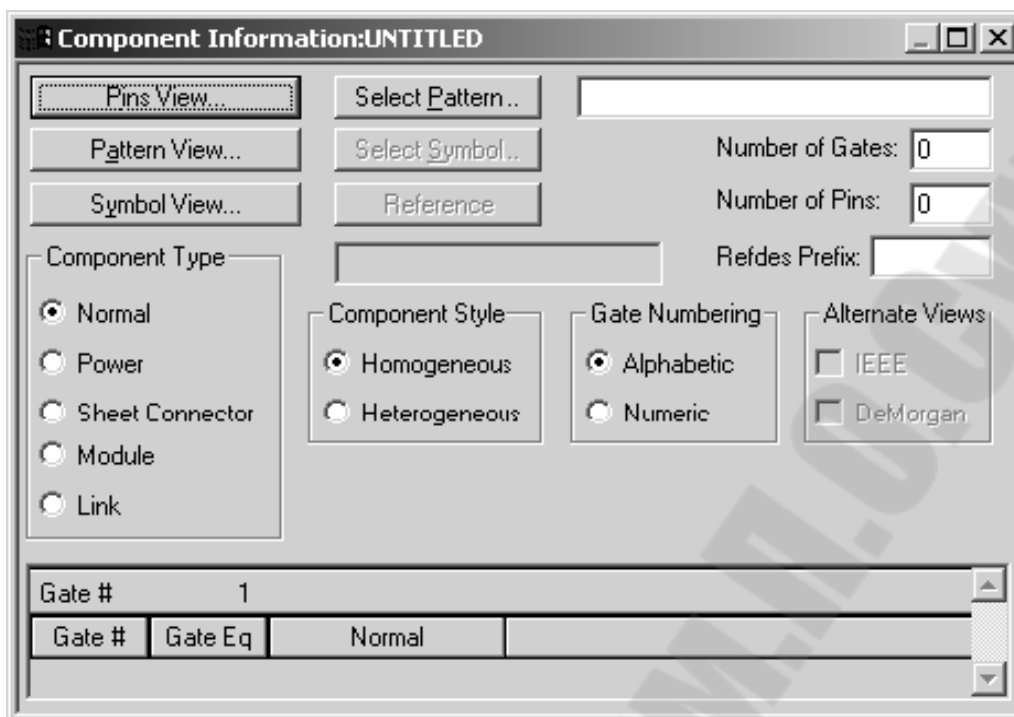

Рис.3.6. Основная информация о создаваемом компоненте
5) Установить параметры в окне Component Information (рис.3.6.) в соответствии с типом РЭК: